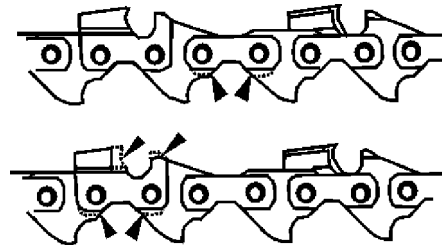

Рисунок 4.8
4.3.5.2 При необходимости подточить напильником соответствующие части вновь устанавливаемых элементов для того, чтобы они сопрягались с существующими частично изношенными элементами, см. рисунок 4.8.